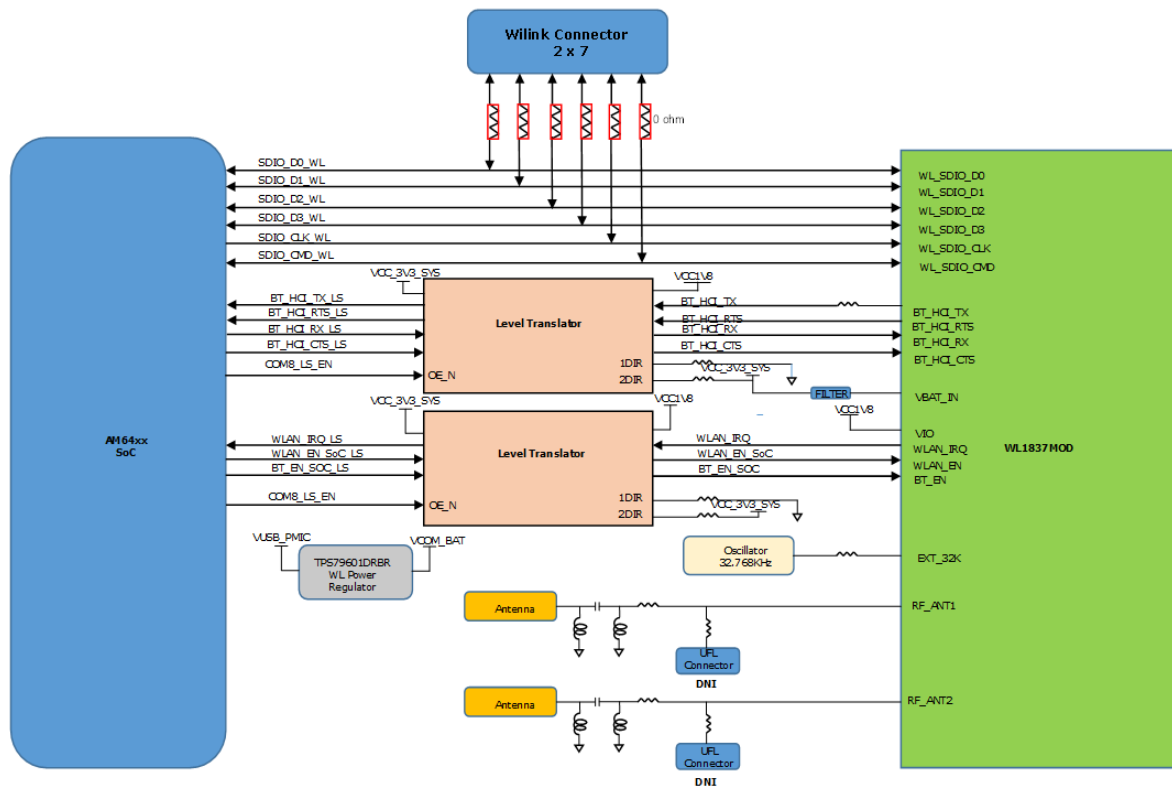

图 2-16. WiLink 模块接口
- 辅助 WB 语音 (AWBS)：在内部实现经过修改的 SBC 编解码器图 2-16 展示了与 AM64x 连接的 Wilink 模块的方框图。